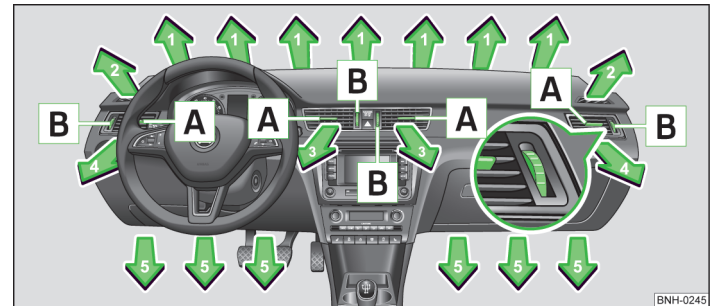

Abb. 76 Luftaustrittsdüsen
Bei den Luftaustrittsdüsen 3 und 4 » Abb. 76 kann die Luftströmungsrichtung geändert und die Düsen können auch einzeln geschlossen und geöffnet bzw. die strömende Luftmenge kann angepasst werden.
» **Abb. 76** nach oben oder unten drehen, um die Höhe der Luftströmung einzustellen.
- › Den Drehregler **B** » **Abb. 76** nach oben bis zum Anschlag drehen, um die Luftaustrittsdüse vollständig zu öffnen.
Wir empfehlen Ihnen, die Luftaustrittsdüsen 3 » Abb. 76 auf Seite 73 in allen Betriebsarten geöffnet zu belassen.